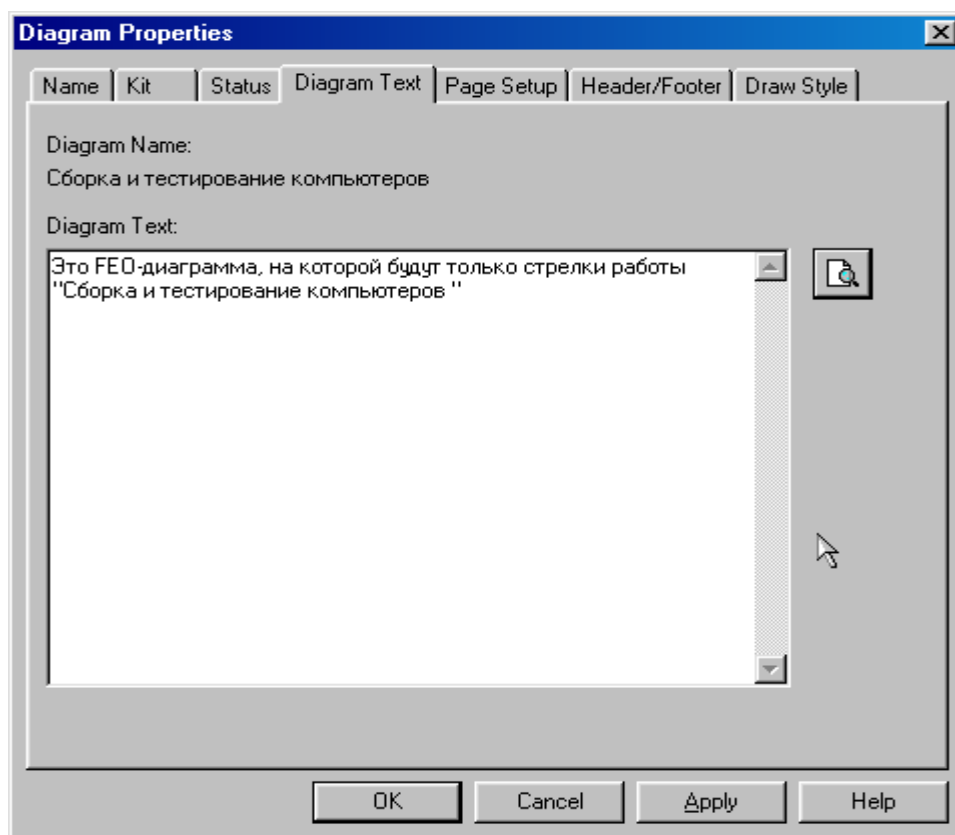

Рисунок 5.3 – Вкладка **Diagram Text** диалогового окна **Diagram Properties**
- 3 Для определения содержания диаграммы перейдите в пункт меню **Diagram/Diagram Properties** и во вкладке **Diagram Text** внесите определение (рисунок 5.3).